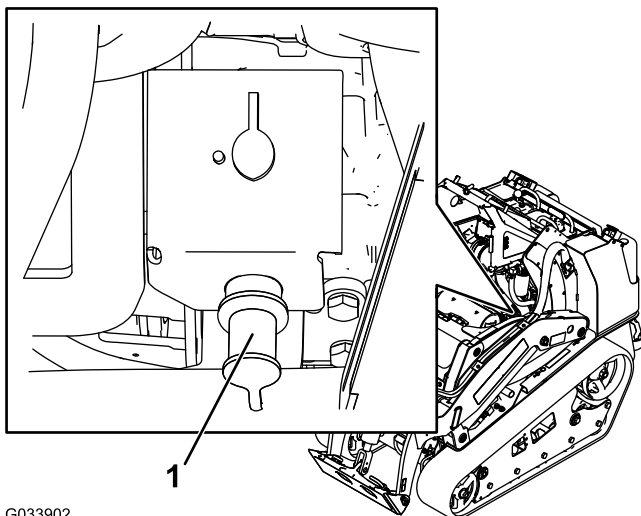

Figura 52
2. Togliete il coperchio dal morsetto di avviamento (Figura 52).
3. Collegate un'estremità del cavetto portatile positivo (+) al morsetto di avviamento (Figura 52).